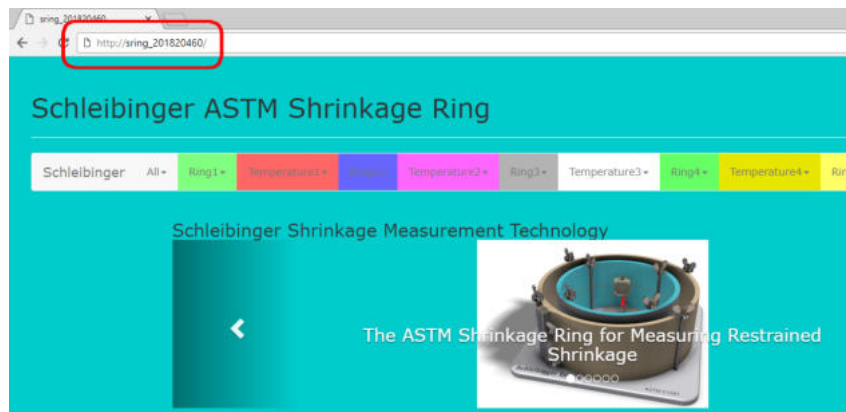

Abbildung 5: Zugriff auf das Schleibinger Gerät mit dem Hostname
- Geben Sie in der Adresszeile Ihres Browsers den Hostname des Gerätes (siehe Werkseinstellungen) ein in der Form "**http://...**"(Abb. 5).
Ein DHCP-Server erteilt dem Datenlogger eine freie IP-Adresse und über den vergebenen Hostname mittels DNS erreichen Sie den Datenlogger, siehe Bild 5.